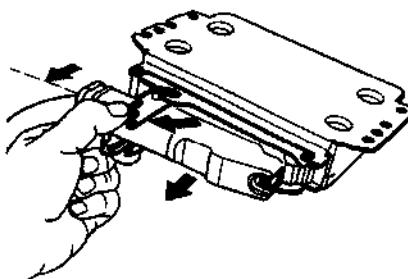

图 1.49 拔下电子控制单元上的插头
- ① 连接故障诊断仪 V.A.G1551，启动发动机并怠速运转，读取显示器上的电子控制单元标识和编码。
- ② 按“ $\rightarrow$ ”键，按“06”键，选择功能“结束输出”，并按“Q”键确认。
- ③ 关闭点火开关。
- ④ 如图 1.49 所示，拔下电子控制单元上的插头。
- ⑤ 换上新的电子控制单元，并根据以前的编码对新的电子控制单元进行编码。
- ⑥ 将电子控制单元与电子防盗器等进行匹配。
- ⑦ 查询新发动机电子控制单元故障存储器的内容，并删除故障存储器中的故障存储。